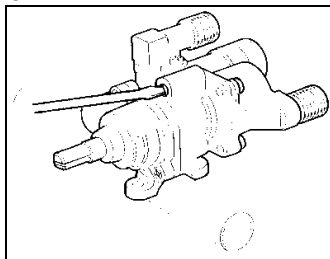

Fig. 15
1. Au moyen d'un tournevis plat, intervenir sur la vis d'étranglement (**Fig. 15**) et, tout en observant la flamme à travers le hublot de la cuisinière, évaluer sa tenue en faisant en sorte qu'elle reste allumée en passant rapidement avec le bouton de la position MINIMUM à la position MAXIMUM